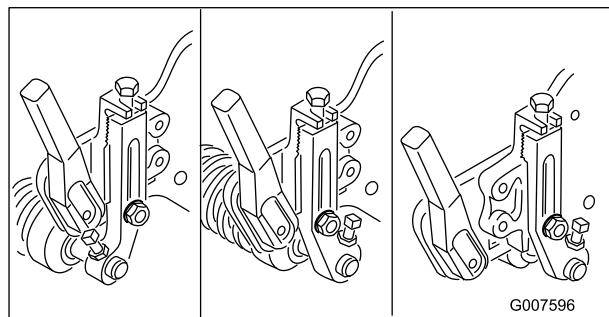

Figura 57
**Nota:** Il rullo anteriore è posizionabile in tre posizioni diverse (Figura 57), a seconda dell'applicazione e delle esigenze dell'utente.